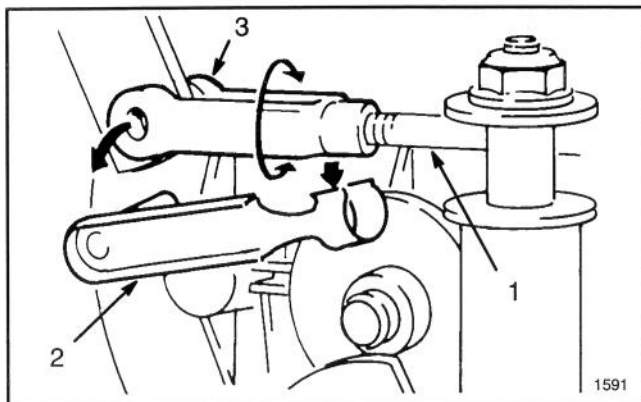

Abbildung 20
14. Das Deckeingriffsstangenende an der linken Seite des Getriebes ausfindig machen (Abb. 20). Die Lastösenbolzenhalterung entfernen und die Öse zur Verlängerung oder Verkürzung der Stange drehen, bis der gewünschte Spielraum zwischen Riemen und Scheibe erreicht ist.